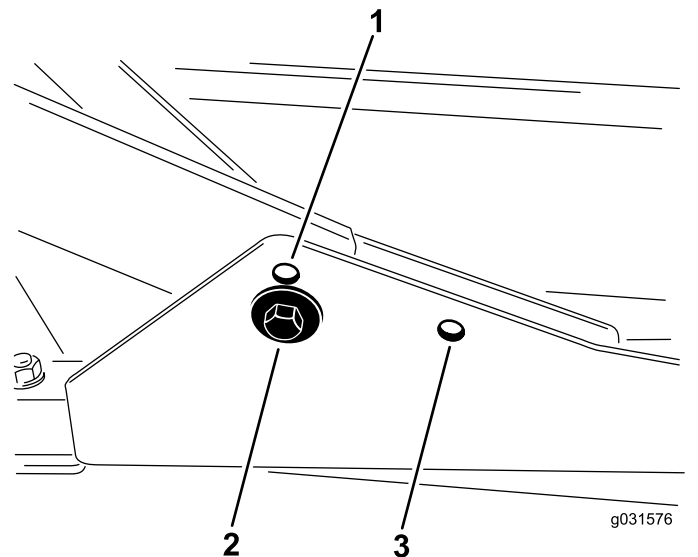

Figura 18
1. Para alturas de corte en el intervalo de 2 a 7,6 cm, los bastidores de tiro delanteros deben montarse en los taladros de montaje delanteros inferiores (Figura 18).
montarse en los taladros de montaje delanteros superiores (Figura 18).
Para todas las alturas de corte, la unidad de corte trasera debe montarse en los taladros de montaje traseros (Figura 18).